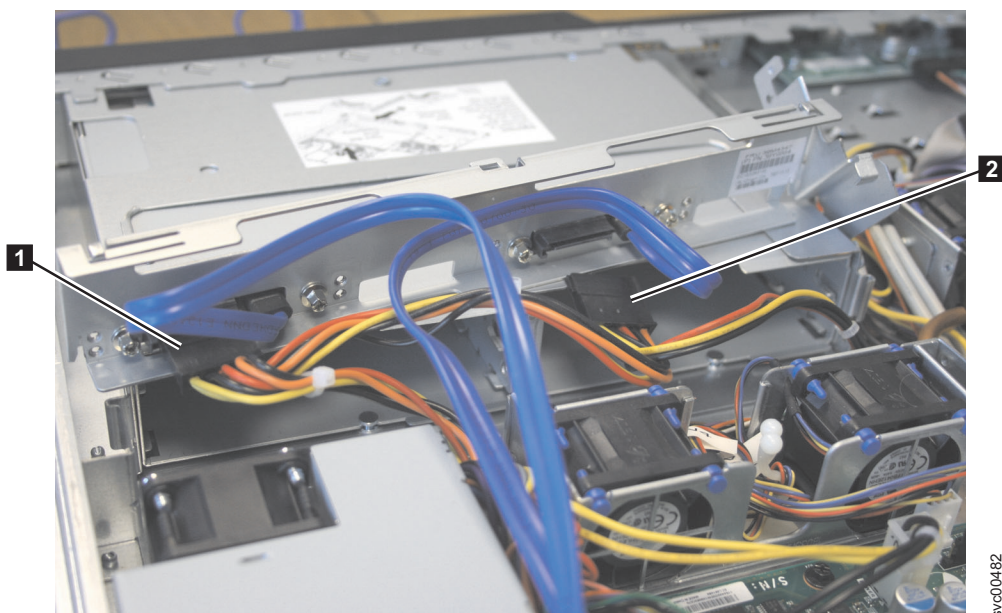

図 121. SAN ボリューム・コントローラー 2145-8A4 電源機構コネクタ
10. バック・プレートをノードから慎重に持ち上げます。図 121 に示すように、電源ケーブル・コネクタ P2 **1** および P3 **2** を外して、バック・プレートを取り外します。